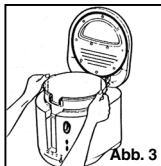

Abb. 3
3. Zum Wechseln des Öls, ziehen Sie den Frittierbehälter an den Griffen heraus (s. Abb. 3) und gießen Sie das Öl seitlich aus.